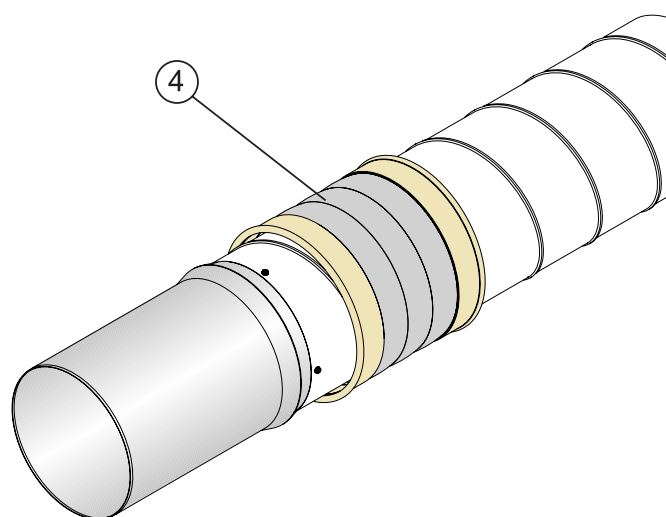

Fig. 2.21
- 3) Infilare il dilatatore (4) come indicato in fig. 2.21.